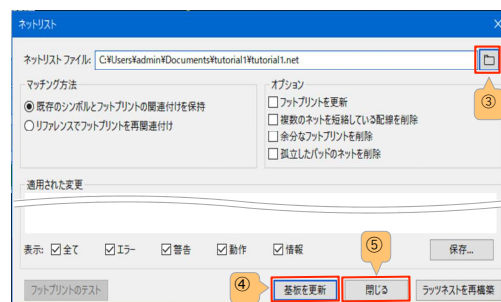

図9-12
① グリッドを0.6350mm(25.00mils)にします。
② 上ツールバー  「ネットリストの読み込み」をクリックします。「ネットリスト」ダイアログが開きます。 図9-12
③ ファイル参照ボタンをクリックしtutorial1.netを選択します。
④ [基板を更新] クリックして読み込みます。